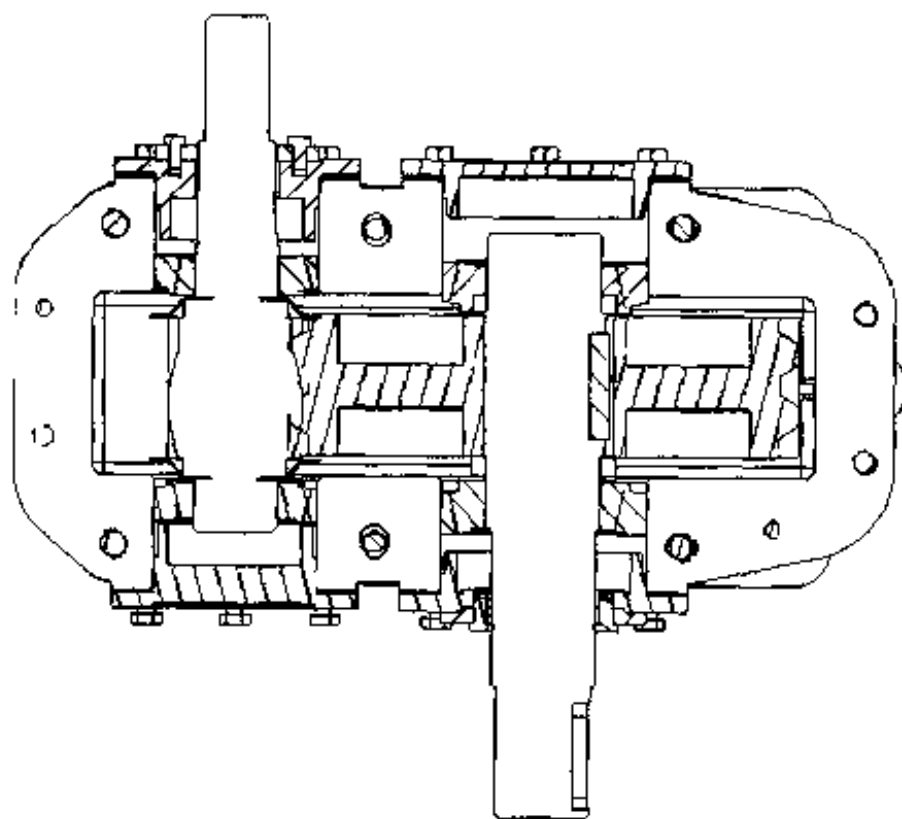

图 3.202 自动生成的剖视图
- (7) 单击【定位剖视图】按钮，即自动生成剖视图，并用此剖视图替代位于主视图正下方的俯视图，结果如图 3.202 所示。